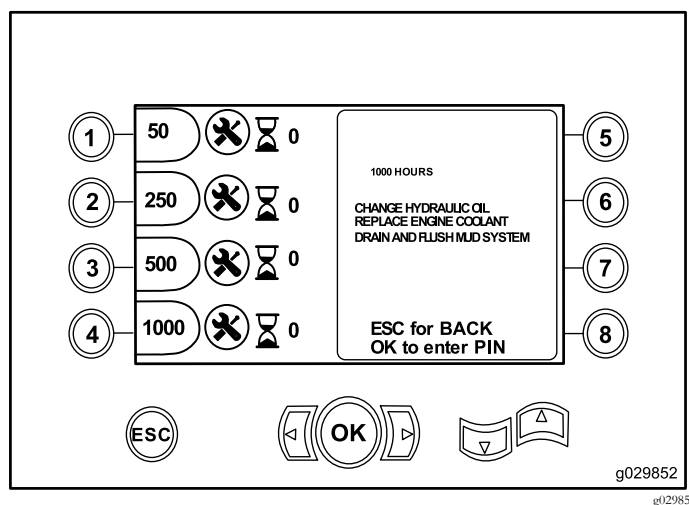

Рисунок 14
- Кнопка 4 – регламент техобслуживания после наработки 1000 часов (Рисунок 14)